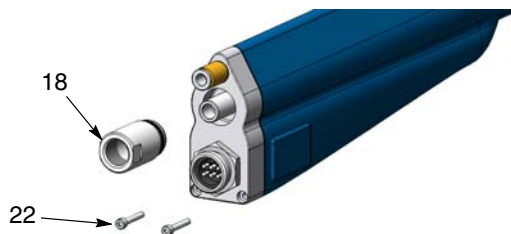

Figura 24 Remoção dos parafusos do poço de calor e da porca de bloqueio
5. Consulte a figura 24. Remova os dois parafusos (22) com uma chave hexagonal, depois retire a porca de bloqueio (18).
6. Consulte a figura 24. Enrosque a porca de bloqueio (18) no tubo de pó e aperte-a. Não a aperte excessivamente para não destruir a rosca de plástico do tubo de pó.
7. Monte os dois parafusos de sextavado interior (22) no poço de calor e aperte-os.